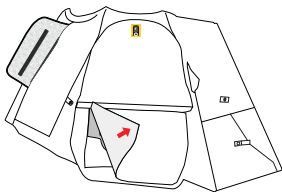

Figura 11
1. Accedere all'apertura nella parte interna dell'imbragatura aprendo la cerniera e i ganci (Figura 11).